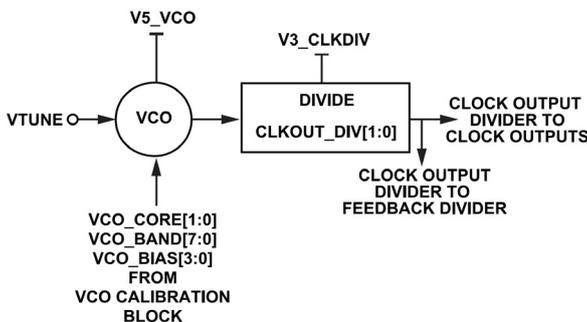

図 74. VCO およびクロック出力分周器
VCO コアは 4 個の独立した VCO で構成され、各 VCO が 256 個の重なり合った帯域を使用しているため、デバイスは高い VCO 感度 (K_{VCO}) を必要とせずに広い周波数範囲に対応できます。出力周波数は出力分周器を用いることで更に拡張できます (図 74 参照)。
図 74 に示すように、2 ビット分周器 CLKOUT_DIV を用いると、出力バッファおよび帰還分周器に出力される周波数を低減できます。クロック出力分周値 (O) は 1、2、4、または 8 に設定できます。分周比を直接設定するには、CLKOUT_DIV ビットを用います。CLKOUT_DIV は PLL ループ内に置かれています。そのため、CLKOUT_DIV に変更を加えるには、N_INT ビット・フィールドのビット [11:0] を変更し、f_{PF} を同じ値に保つことが必要です。また、これを行うと、PLL のロックが数ループ時定数の間、失われます。詳細については、表 18 を参照してください。f_{REF}、f_{PF}、f_{VCO}、f_{OUT} の各周波数の間の関係については、出力周波数のセクションを参照してください。